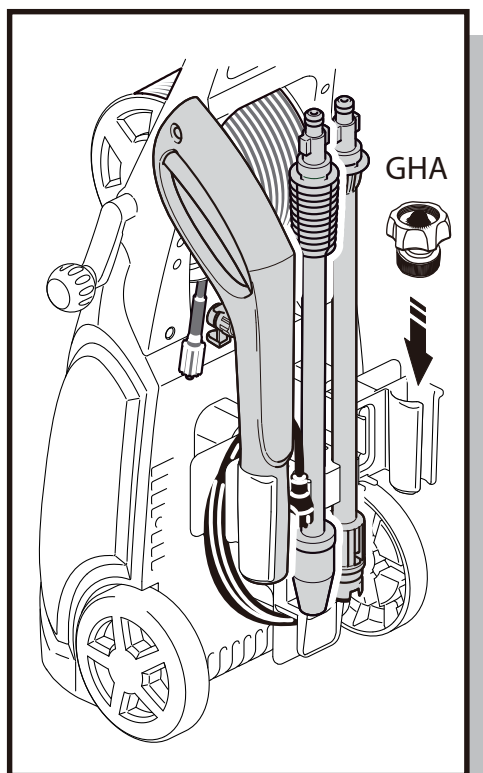

Fig. 19
- Quand le nettoyeur n'est pas en marche, le connecteur tuyau GHA (Garden Hose Adapter) peut être mis dans le rangement accessoires, afin d'en prévenir la perte ou l'endommagement (Figure 19).
- Enlevez la lance ou le canon à mousse du pistolet et mettez-les à l'intérieur du rangement accessoires. Placez le pistolet dans un slot du rangement accessoires. Encas trez et rangez les lances dans les demi-cercle supports d'attache (Figure 19). Veillez à enlever tout résidu de détergent du canon à mousse. Rincez la bouteille et la buse avec de l'eau propre pour prévenir le débouchement.